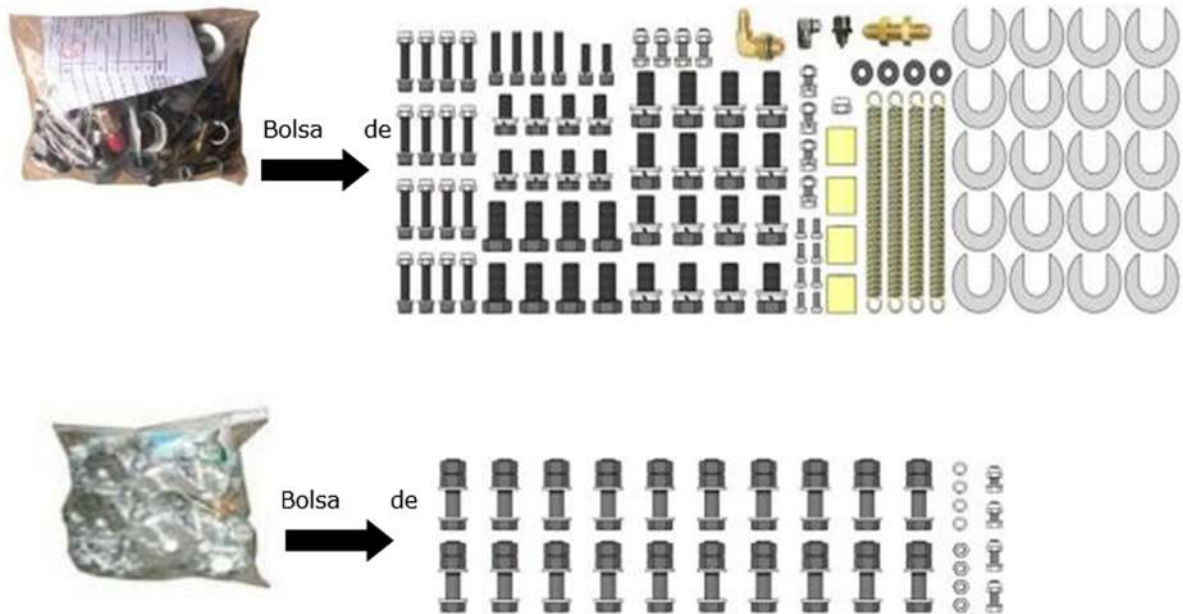

Fig. 14
8. Verifique as peças na bolsa de peças de acordo com a lista da bolsa de peças (ver Fig. 14).